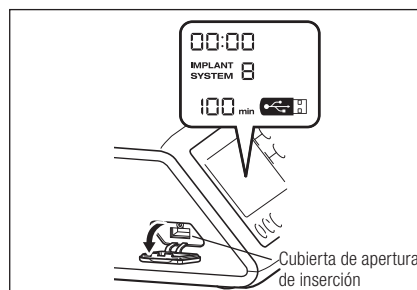

Fig.13
- 2) Inserte del todo la memoria USB. La marca USB aparecerá en la pantalla LCD cuando el USB sea reconocido por el dispositivo. (Fig.13)